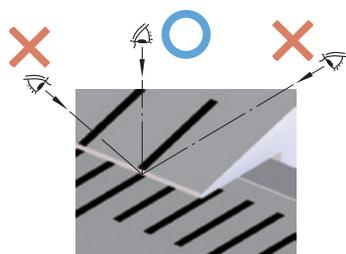

Fig. 4
1. Leia as graduações olhando na direção perpendicular ao mostrador para evitar erro de paralaxe. (Fig. 4)